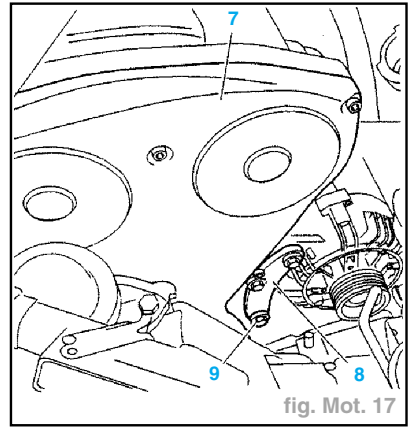

fig. Mot. 17
- le tuyau d'entrée radiateur (10),
- le col d'entrée d'air (11),
- Déposer la plaque (8) (fig. Mot. 17).